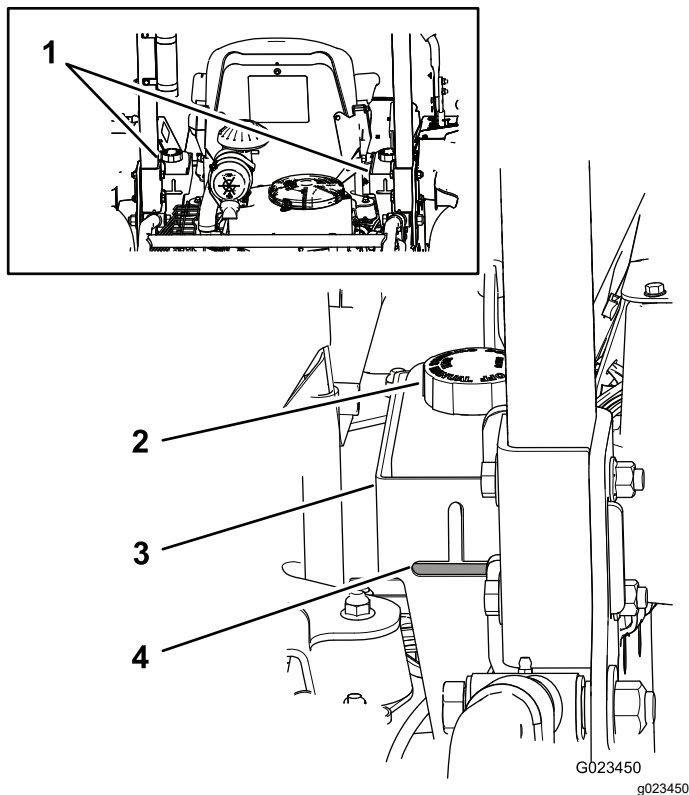

Figure 68
Les réservoirs de la machine sont remplis à l'usine de liquide hydraulique de haute qualité. Le moment le plus propice pour contrôler le niveau de liquide hydraulique est quand il est froid. La machine doit être dans la configuration de transport. Si le niveau de liquide est en-dessous du haut de la partie horizontale du regard de niveau situé à l'arrière des réservoirs hydrauliques (Figure 68), faites l'appoint jusqu'à ce que le niveau de liquide soit acceptable. **Ne**
Remarque: Le niveau de liquide doit atteindre le bas de chaque ouverture, comme montré à la Figure 68.
- A. Nettoyez la surface autour des bouchons des réservoirs de liquide hydraulique pour éviter que des impuretés ne pénètrent dans le système (Figure 68).